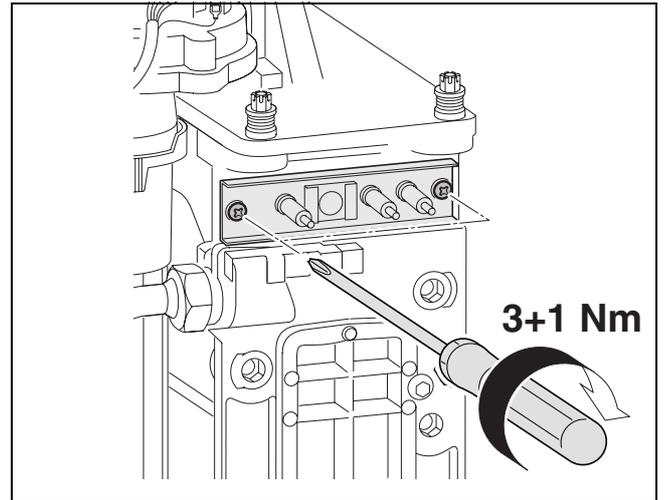
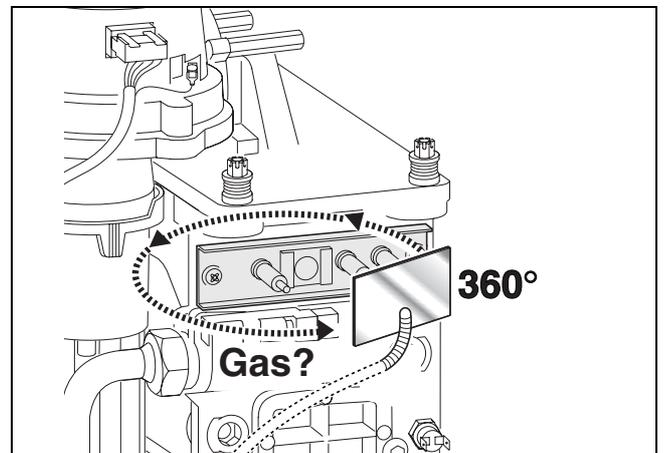

Fig. 58
Fig. 59
- ▶ Rimontare il gruppo di elettrodi (fig. 58) e verificarne la tenuta, come da fig. 59, mediante uno specchietto. Se durante questa prova lo specchietto dovesse appannarsi, ripetere la fase di montaggio del gruppo elettrodi e la prova di tenuta.